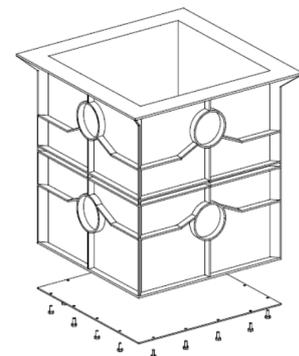

Figura 3
- A las arquetas se les puede acoplar un fondo del mismo material, este se une a la arqueta mediante tornillería, suministrada con el conjunto (figura 3).